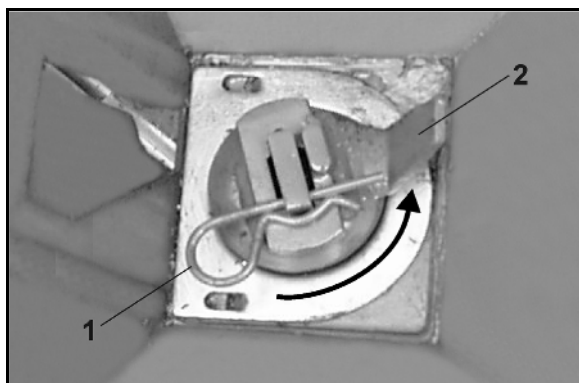

Рис. 89
3. Обязательно установите пружинный зажим (Рис. 89/3) **против** направления вращения (Рис. 89/4). (На рисунке показана правая сторона агрегата глядя по направлению движения).